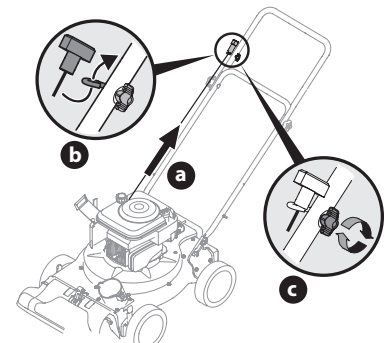

Figura 3
- b. Deslice la cuerda de arranque en la guía. Vea la Figura 3.